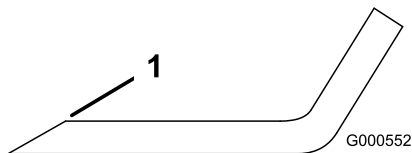

Figura 69
1. Utilize uma lima para afiar aresta de corte em ambas as extremidades da lâmina (Figura 69).
**Nota:** Se lâmina não estiver equilibrada, lime algum metal da extremidade da aba apenas (Figura 69).